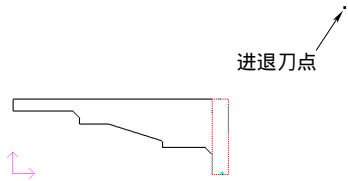

图 4-24 选择进退刀点
6) 确定进退刀点。指定一点作为刀具加工前和加工后所在的位置，如图 4-24 所示。要保证选取的点在进退刀时不会与工件发生干涉。